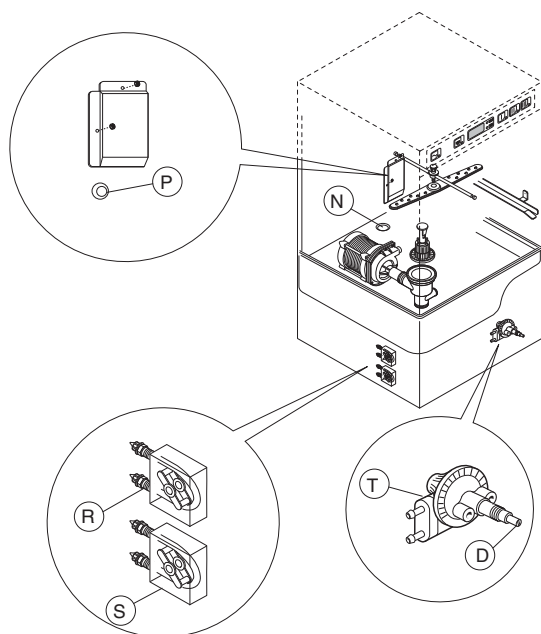

Fig. 16
1. Diskmaskin med inbyggd doseringsbehållare för diskmedel (Fig. 16)
2. Diskmaskin med inbyggd själv sugande doseringspump för sköljmedel (Fig. 16)
3. Diskmaskin med inbyggd doseringspump med membran för sköljmedel (Fig. 16)
Förberedelse för automatisk doseringsbehållare för diskmedel (Fig. 16)
I diskmaskiner med tryckgenomströmmare kan doseringsbehållaren med membran aktiveras manuellt genom att man trycker på skruven "D" (Fig. 16).
Använd  på skruven "D" för att ändra doseringen (Fig. 16).
OBSERVERA! På höger sida av maskinen finns ett hål märkt med en etikett "CHECK POINT" (fig. 16). Genom detta hål kan en temperaturmätare stickas in i diskrummet. Det gör att det går att mäta temperaturen på disken under diskprogrammet (enligt riktlinjerna i HTM [Health Technical Memorandum] 2030).